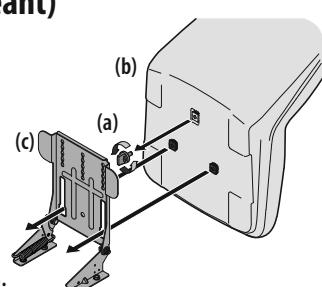

Figure 3
- Enlevez le bouton de réglage du siège ou le boulon de réglage de 9/16 po sous le siège (b). Voir Figure 3.
- Alignez le siège (b) avec le support de pivotement du siège (c), comme illustré sur la Figure 3, et installez le siège (b) sur le support du siège en insérant les deux encoches sous le siège (c) dans les fentes du support de pivotement (c).